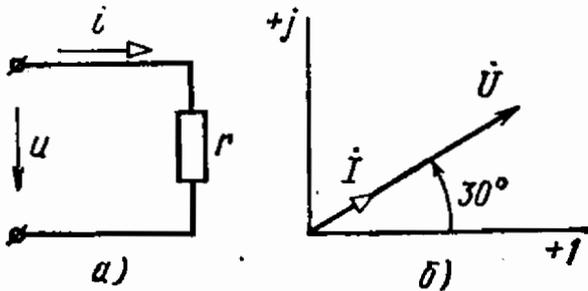

Рис. 3.10
3.10. В сеть напряжением 220 В и частотой $f = 50 \text{ Гц}$ включен резистивный приемник с активным сопротивлением 44 Ом (рис. 3.10, а).
На рис. 3.10, б приведена векторная диаграмма.